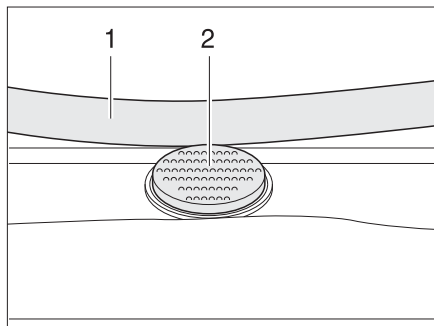

Bild 25 Sicherungsknopf an der Kipp-Dachhaube
- Den Sicherungsknopf (Bild 25,2) drücken und den Bügel (Bild 25,1) mit beiden Händen nach unten ziehen.
- Den Bügel mit beiden Händen nach oben drücken, bis der Bügel oberhalb des Sicherungsknopfes (Bild 25,2) liegt.